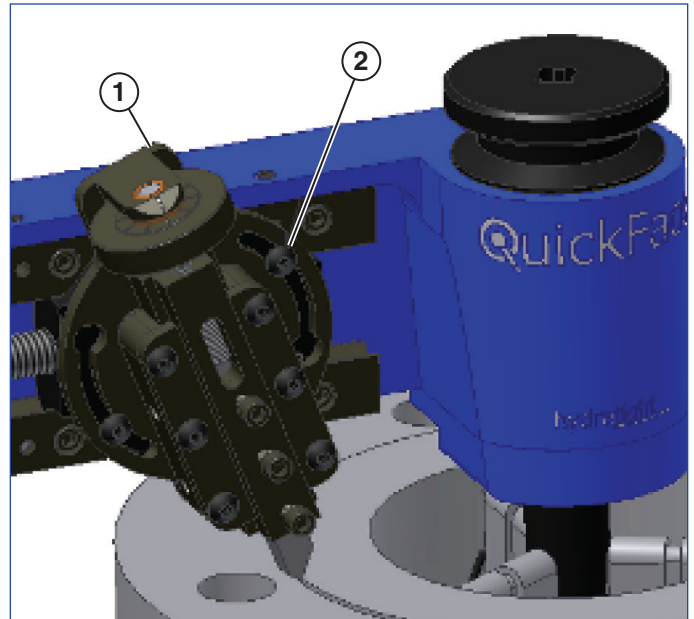

Figure 11
2. Desserrer les vis du chariot porte-outil pour le basculer. L'angle souhaité pour le chariot est situé entre 10 et 30 degrés de la perpendiculaire. S'assurer que le chariot est suffisamment basculé pour pouvoir traverser l'ensemble de la face en une fois, sans être à bout de course (voir figure 11). Le QuickFace coupe du DE vers le DI.